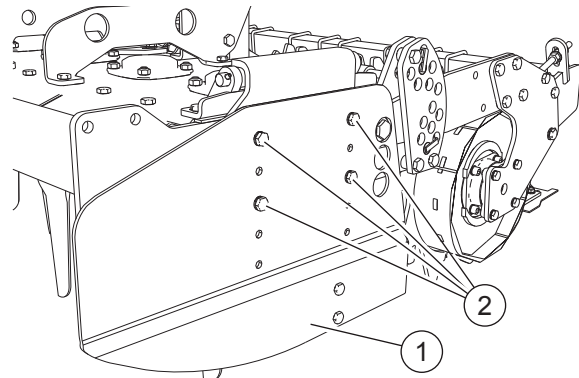

FIG. 34
Die Schrauben losdrehen (2, "Fig. 34"). Den Seitenscharnier heben und senken (1). Die Schrauben festdrehen (2).